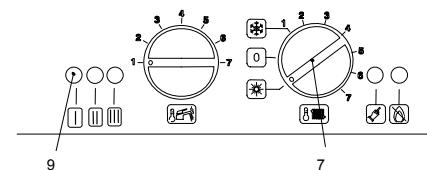

Fig. 2.5
- 4 If D.h.w. supply only is required, position the function switch 7 as in Fig. 2.5. The appliance operation light 9 will flash every 2 seconds (operating boiler).
- 4 Если существует потребность только в горячей воде, переместите переключатель 7 в положение, указанное на рис. 2.5. Индикатор котла 9 будет моргать каждые 2 сек. (котел работает).